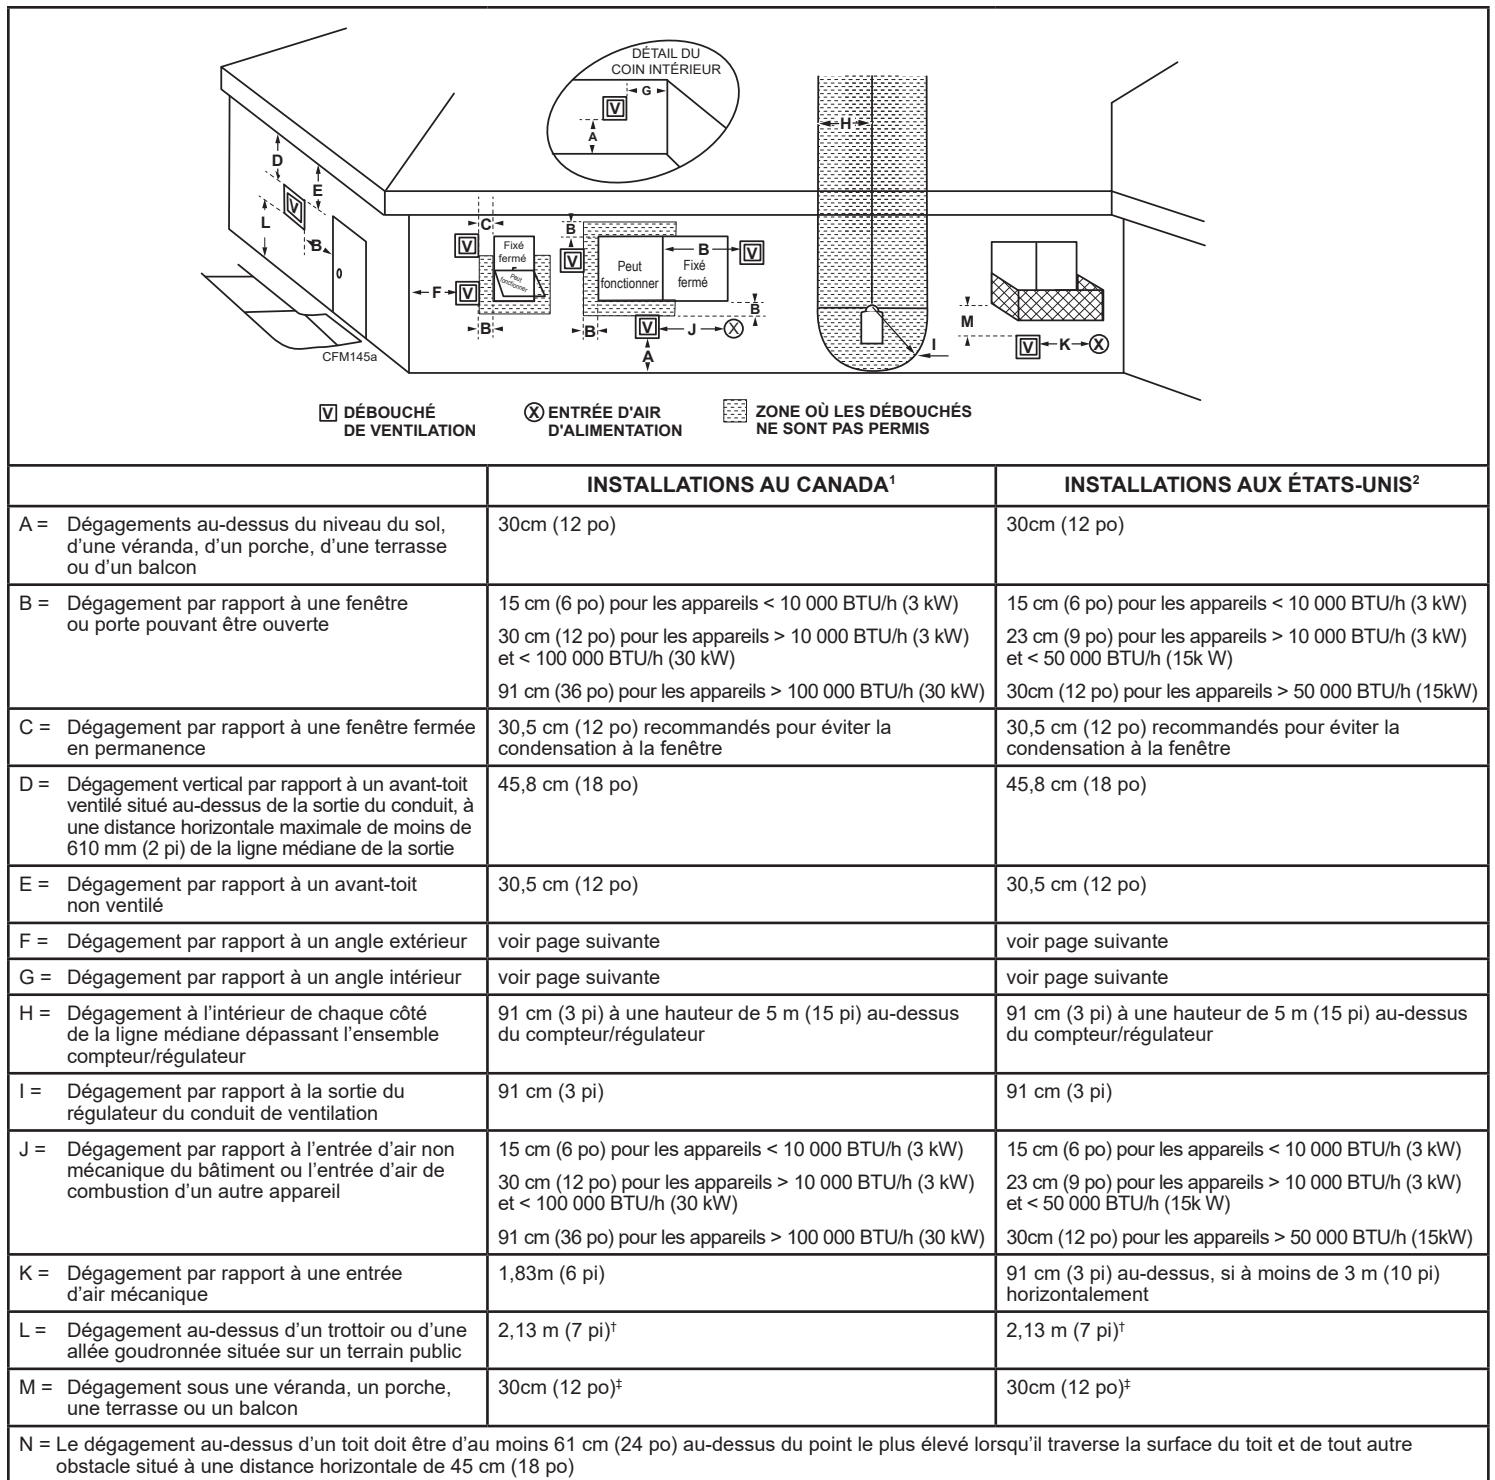

Figure 2.10 – Dégagements de la sortie de ventilation.
- La sortie horizontale doit également répondre aux critères indiqués aux figures 2.10 et 2.11.
Lors de la planification de l'installation, tenez compte de l'emplacement de la sortie de ventilation et des dégagements. Certains des dégagements les plus courants à garder à l'esprit sont illustrés à la figure 2.10.
**Important : Tous les dégagements de ventilation doivent être observés. Vérifiez les dégagements de votre sortie de ventilation à l'aide des figures 2.10 et 2.11.**